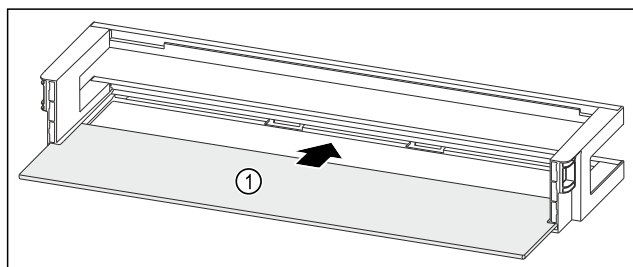

Fig. 225 Dveřní přihrádka s odkládací plochou
- Odkládací plochu Fig. 225 (1) zasuněte do bočních vybrání.